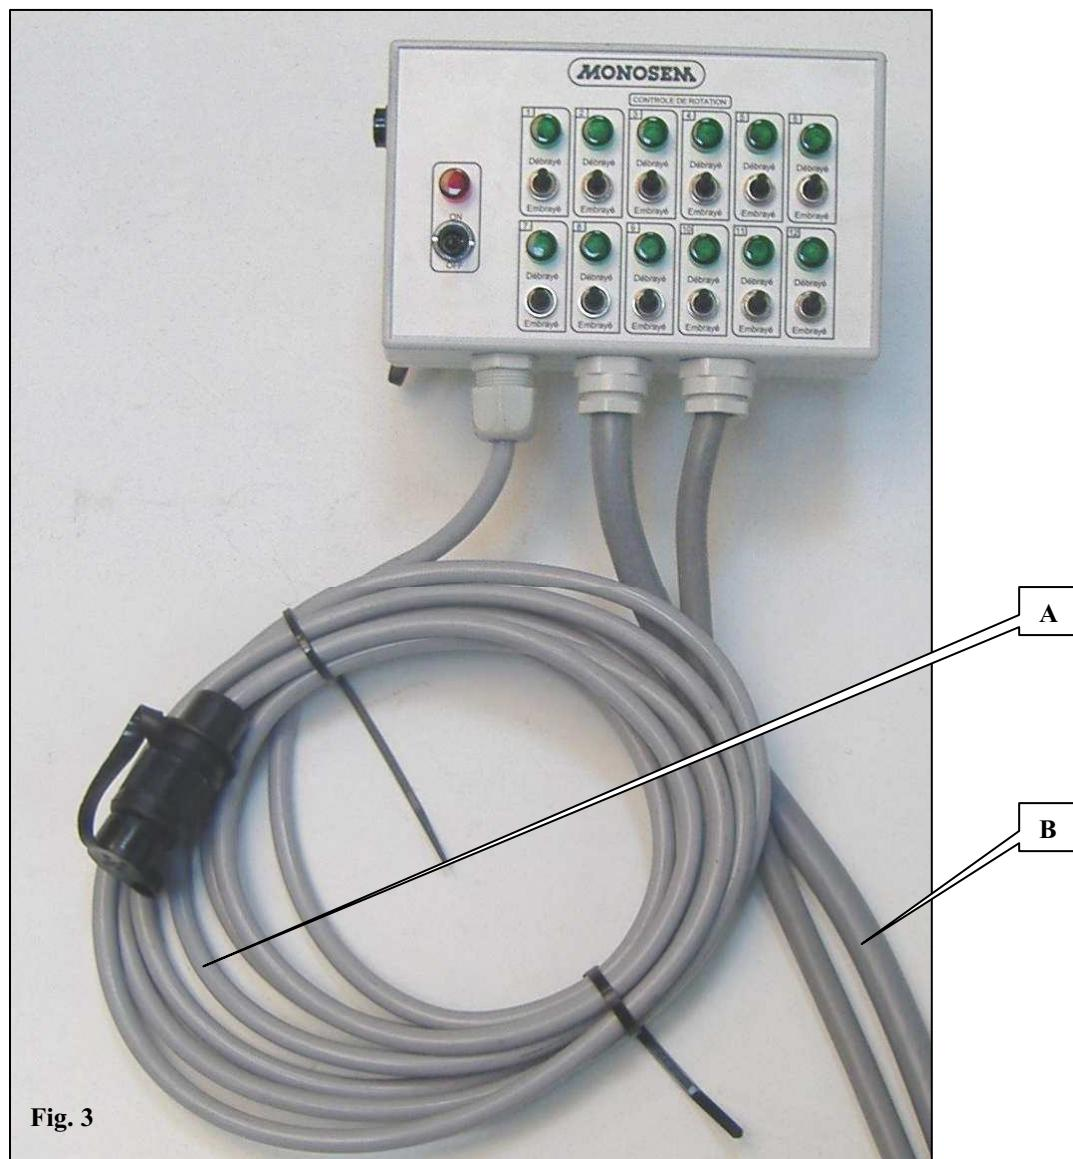

Fig. 3
- une console de commande à installer dans la cabine du tracteur (fig. 3) avec un câble d'alimentation électrique A et le faisceau coupures B.